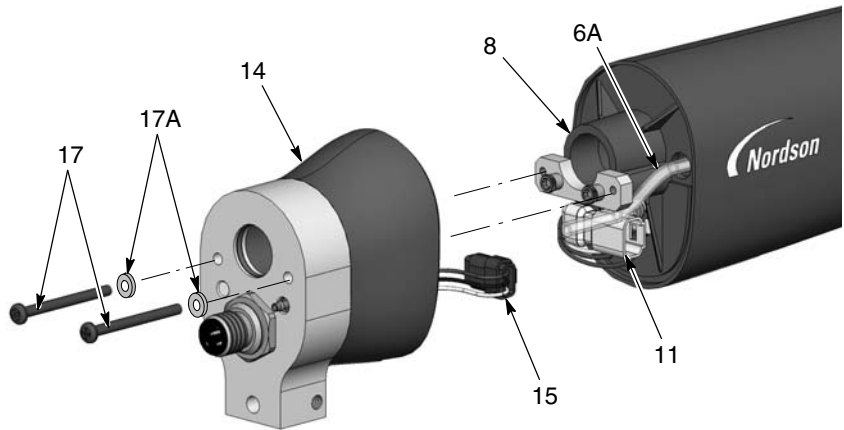
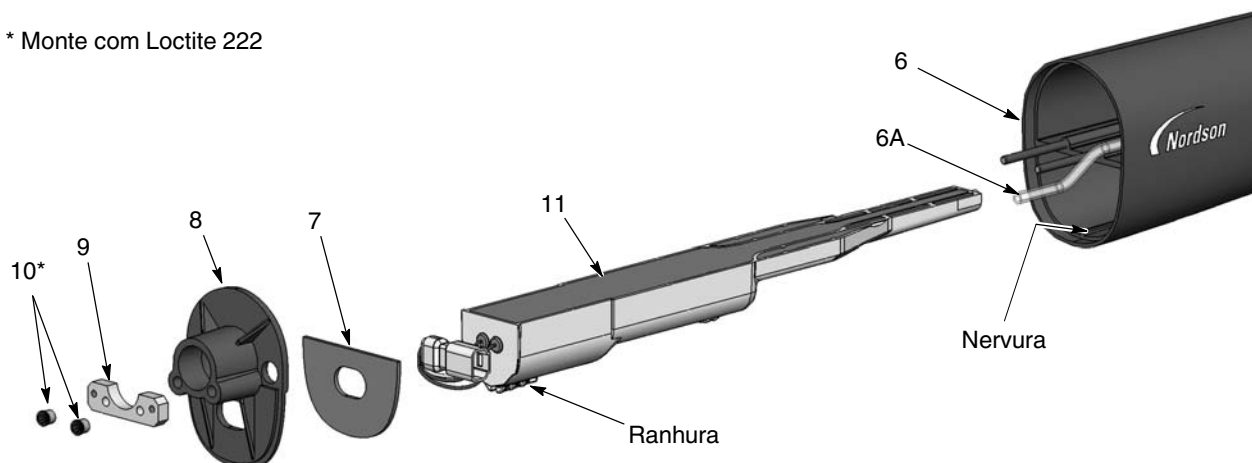

Figura 21 Desmontagem de pistola com barra de suporte 1 de 3
Figura 22 Desmontagem de pistola com barra de suporte 2 de 3
4. Consulte a figura 22. Usando uma chave hexagonal de $1/8$ in., remova as duas porcas de sextavado interior (10) e a placa para aparafusar (9) para fora da divisória (8). Depois retire a divisória do corpo da pistola (6), enfiando a cablagem de alimentação de corrente através da divisória.
5. Deslize a alimentação de corrente (11) para fora do corpo da pistola.
7. A junta (7) está colada à divisória com cola sensível à pressão. Se a junta estiver danificada, substitua-a por uma nova.
1. Consulte a figura 22. Monte a alimentação de corrente (11) no corpo da pistola (6), verificando se a nervura do corpo da pistola encaixa na ranhura da alimentação de corrente. Encaixe bem a alimentação de corrente no corpo da pistola.
2. Enfie a cablagem de alimentação de corrente através da divisória, depois enfie a divisória (8) e a placa para aparafusar (9) nos pernos do corpo da pistola. Aplique Loctite 222 às porcas de sextavado interior (10), depois enrosque as porcas nos pernos e aperte-as com 0,45 N•m (64 inch-ounces) utilizando uma chave hexagonal de 1/8 in..
3. Consulte a figura 21. Ligue a cablagem do conector acoplador (15) à cablagem de alimentação de corrente (11). Coloque os conectores de cablagem (11, 15), nas posições ilustradas, dentro do conjunto da parte traseira do corpo.
4. Ligue o tubo transparente do filtro (6A) à união estriada no interior do conjunto da parte traseira do corpo (14). Enfie qualquer tubo de ar transparente adicional dentro do corpo da pistola, depois monte o conjunto da parte traseira do corpo na divisória com os parafusos (17) e as anilhas de segurança (17A).